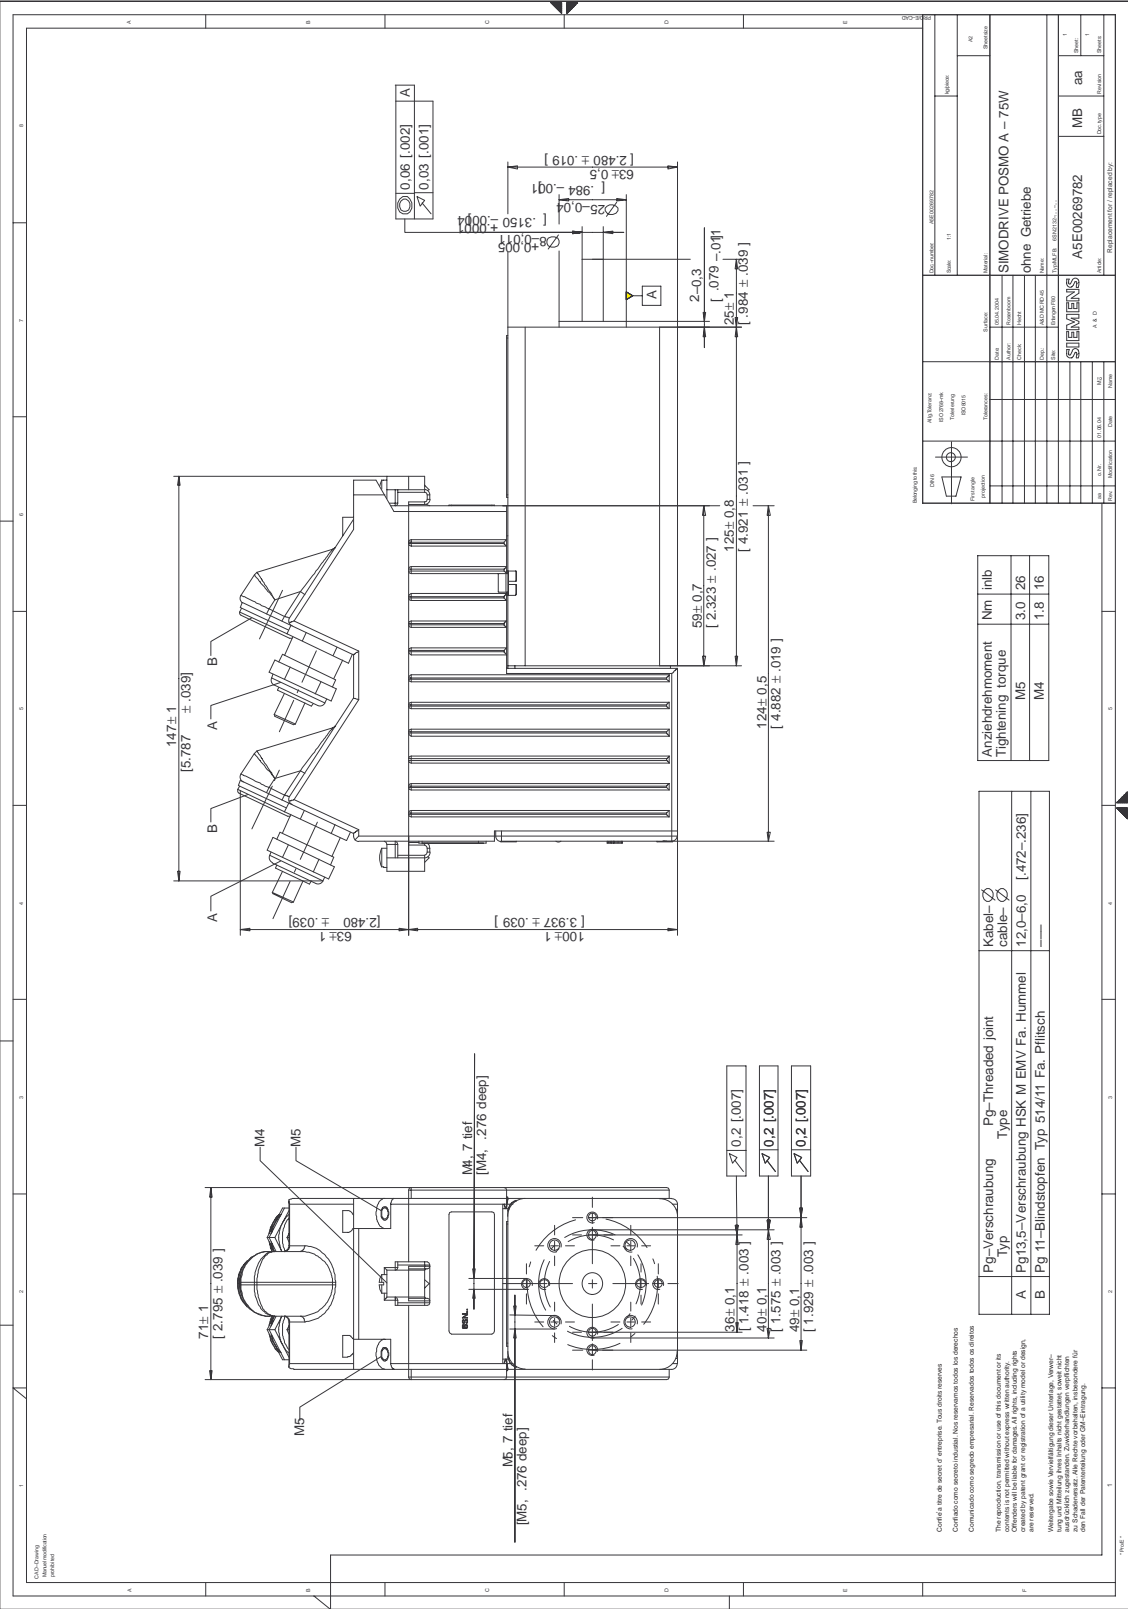

Bild C-1 Maßblatt: SIMODRIVE POSMO A – 75 W ohne Getriebe
- Motor ohne Getriebe —> siehe Bild C-1